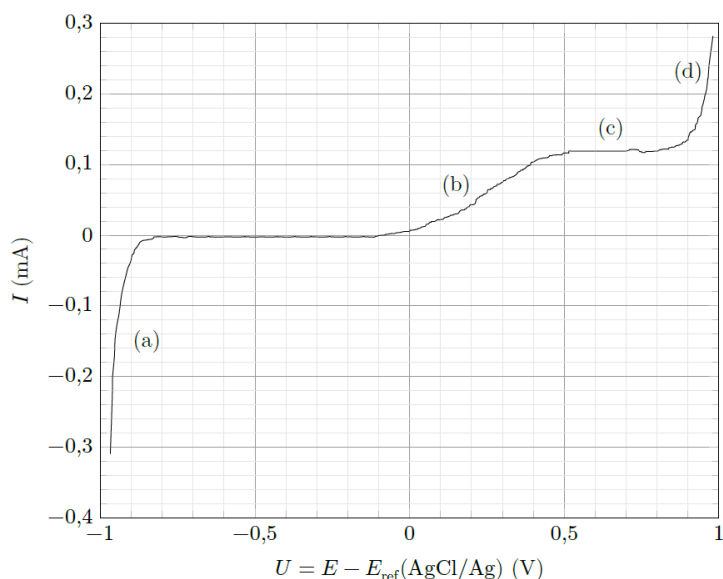

Figure 3 Courbe courant-potentiel complète d'une solution d'acide ascorbique avec électrode de travail en or fonctionnalisée
La solution est désaérée avant et pendant les mesures par bullage de diazote pour enlever le dioxygène dissous. Une pointe de spatule d'acide ascorbique (AscH_2) est dissoute dans l'électrolyte avant le début des mesures. La courbe obtenue est présentée sur la figure 3.
3. Réaliser un schéma légendé du dispositif expérimental utilisé pour tracer la courbe courant-potentiel complète représentée sur la figure 3.
5. Expliquer l'allure de la courbe de la figure 3 en détaillant les phénomènes électrochimiques se produisant aux endroits de cette courbe repérés par les lettres (a), (b), (c) et (d).
On trace plusieurs courbes courant-potentiel en se plaçant dans les mêmes conditions que celles présentées pour le tracé de la figure 3.